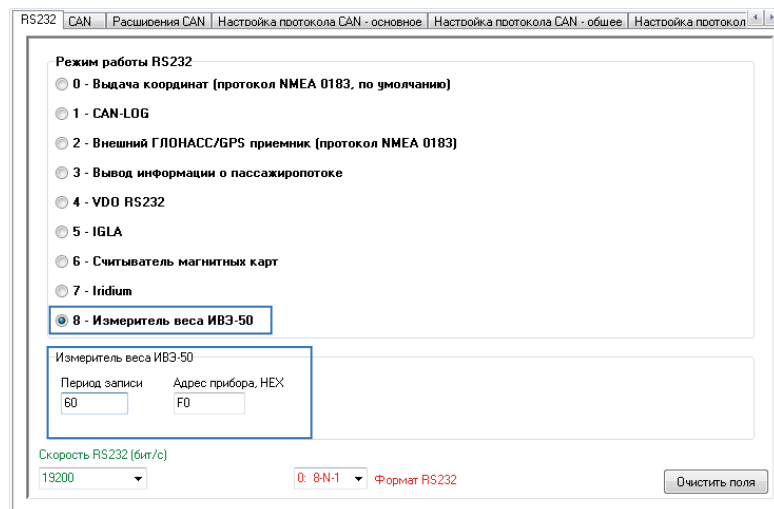

Рис.46. Настройка адреса измерителя веса и периода записи данных.
- **8 – Измеритель веса ИВЭ-50** – прибор настроен на работу с электронным измерителем веса ИВЭ-50. Данная настройка требует также дополнительной установки адреса подключаемого измерителя и периода записи данных с этого прибора (Рис.46). Адрес должен быть задан в формате HEX. Период записи должен быть задан в секундах.